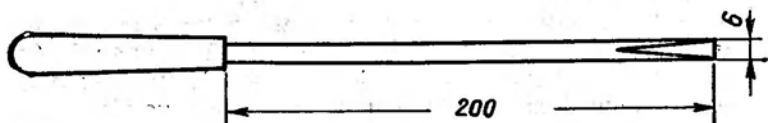

Рис. 12. Отвертка длинная, узкая с лезвием 200×6 мм.
1. Отвертка длинная узкая с лезвием примерно 200×6 мм (рис. 12).